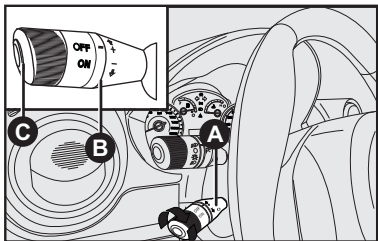

fig. 49
- Comandos - fig. 49
O piloto automático é comandado pela alavanca **A-fig. 49**.
A extremidade da alavanca **A-fig. 49** pode assumir duas posições:
Um breve toque na alavanca **B-fig. 49**, para cima (+) permite aumentar a velocidade memorizada.
Um breve toque na alavanca **B-fig. 49**, para baixo (-) permite diminuir a velocidade memorizada.
A cada acionamento da alavanca **B-fig. 49** a velocidade aumenta ou diminui cerca de 1 km/h.
Após o desligamento automático do dispositivo, o botão **C-fig. 49** permite restabelecer a velocidade memorizada.
ATENÇÃO: girando a chave da ignição na posição **STOP**, ou a extremidade da alavanca **A-fig. 49** na posição **OFF**, a velocidade memorizada é cancelada e o sistema desligado.
A extremidade da alavanca **A-fig. 49** pode ser deixada constantemente na posição **ON** sem danificar o dispositivo. No entanto, recomenda-se desativar o dispositivo quando o mesmo não for utilizado, girando o comutador na posição **OFF** para evitar memorizações acidentais de velocidade.
- girar a extremidade da alavanca **A-fig. 49** em **ON** e pisando no pedal do acelerador, levar o veículo à velocidade desejada;
- pressione o botão **C-fig. 49**.
- posicionando a alavanca **A-fig. 49** de modo momentâneo em (+).
- posicionando a alavanca **A-fig. 49** em (-) até o alcance da nova velocidade que permanecerá automaticamente memorizada.
Girar a extremidade da alavanca **A-fig. 49** em **OFF** ou a chave de ignição na posição **STOP**.